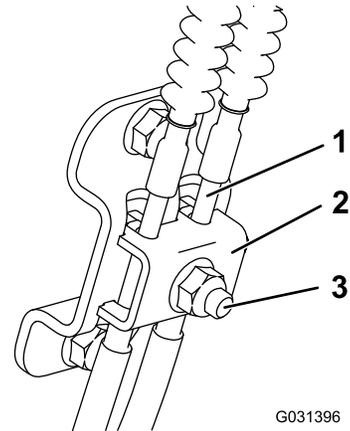

図 50
4. マシン左側にあるケーブルクランプのボルトをゆるめる 図 50。